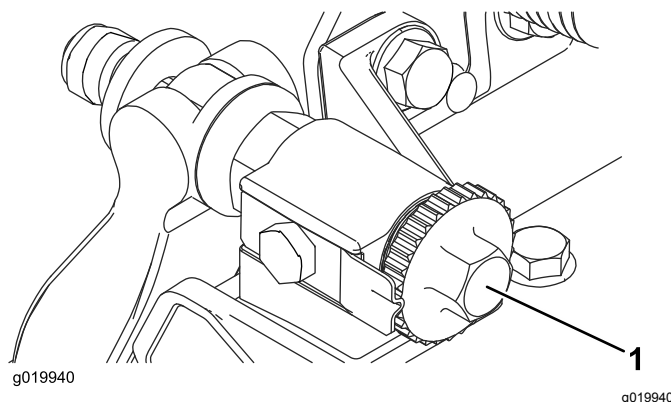

Figure 29
1. Séparez le cylindre et la contre-lame en tournant les boutons de réglage de la contre-lame (Figure 29) dans le sens antihoraire jusqu'à ce que les deux pièces ne soient plus en contact.